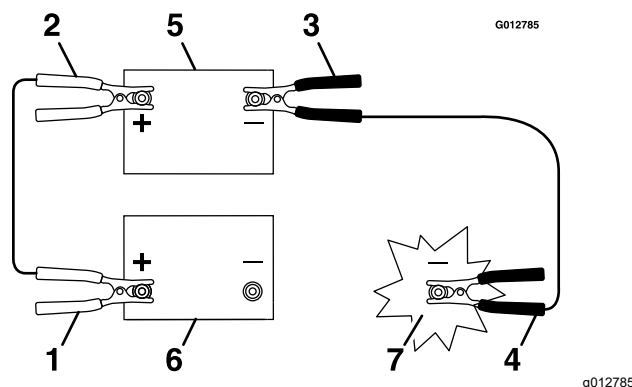

Figura 42
3. Conecte el cable positivo (+) al borne positivo (+) de la batería descargada que está conectado al motor de arranque o al solenoide, según se indica en Figura 42.